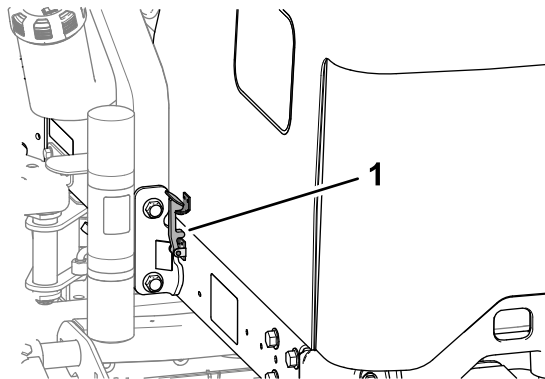

Figura 53
2. Ruotate il cofano in su e indietro (Figura 53).